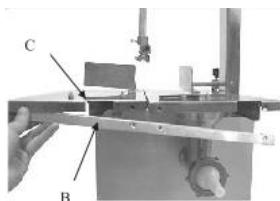

Рисунок 6
2. Уберите фиксирующую пластину (Рис.6В).
3. Выдвиньте стол и снимите его (Рис.6С).